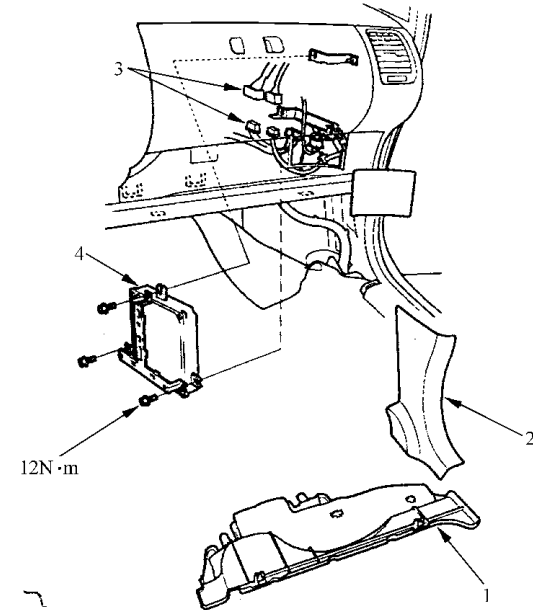

图 3-3 拆卸乘客侧仪表板盖
1) 如图 3-3 所示，拆除乘客侧仪表板下盖、踏板和杂物箱内箱。